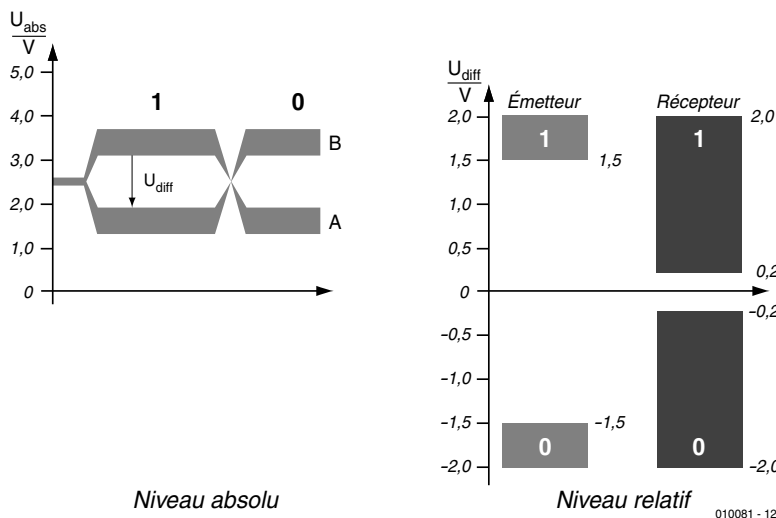

Figure 2. Niveau de bus en RS-485.
Un signal numérique appliqué à l'entrée est converti en un signal différentiel envoyé sur le bus. Un niveau haut (« 1 » logique) correspond à un signal différentiel positif ($U_A > U_B$), un niveau bas (« 0 » logique) correspond lui, logiquement, à une tension différentielle négative ($U_A < U_B$). En normes RS-485, les niveaux Haut (H) et Bas (L) sont équivalents. Ce mode de fonctionnement symétrique permet la transmission de flancs d'impulsions bien propres et des fréquences de bus allant jusqu'à 12 Mbits. L'un des inconvénients est la nécessité de disposer de l'entrée de validation pour l'activation et la désactivation de l'étage d'émission. Le chronodiagramme de la **figure 2** montre les niveaux de bus absolus l'un par rapport à l'autre. Les valeurs